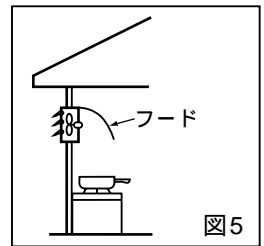

図5
- 1 効率よく換気するため、煙・悪臭などが発生するところでは発生源の天井近くに取り付けてください。(図5)